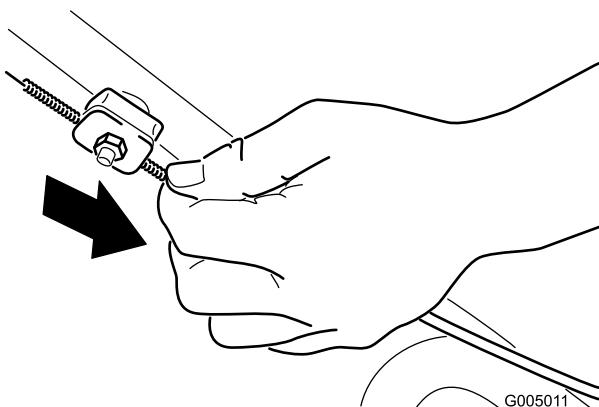

Figure 41
2. Baissez la gaine du câble (vers la tondeuse) pour éliminer le mou du câble (Figure 41).